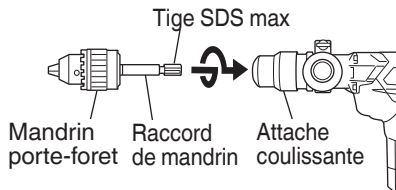

Fig. 14
- (2) Fixation du raccord de mandrin sur le mandrin porte-foret (Fig. 14)